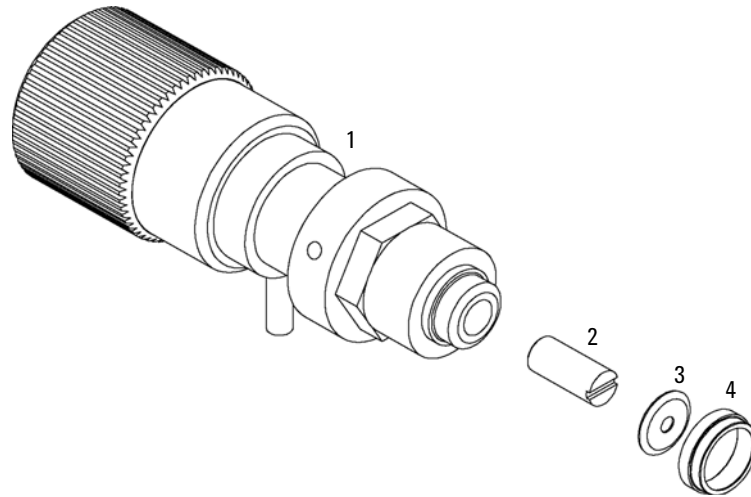

Figura 25 Piezas de la válvula de purga
- 6 Coloque una frita nueva dentro de la válvula de purga con la rendija de cara al sello de oro (véase la Figura 25 en la página 119).